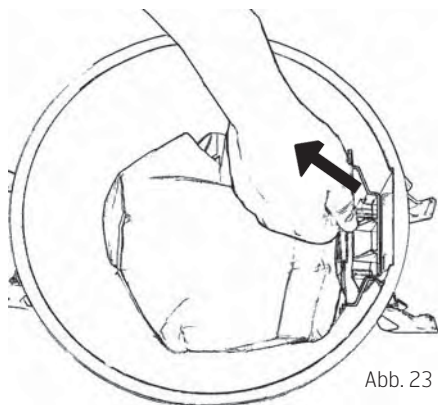

Abb. 23
6. Entfernen Sie den Staubbeutel, indem Sie die Kartonverstärkung festhalten und die Karte mit dem Beutel vorsichtig aus dem Behälter ziehen, Abb. 23.